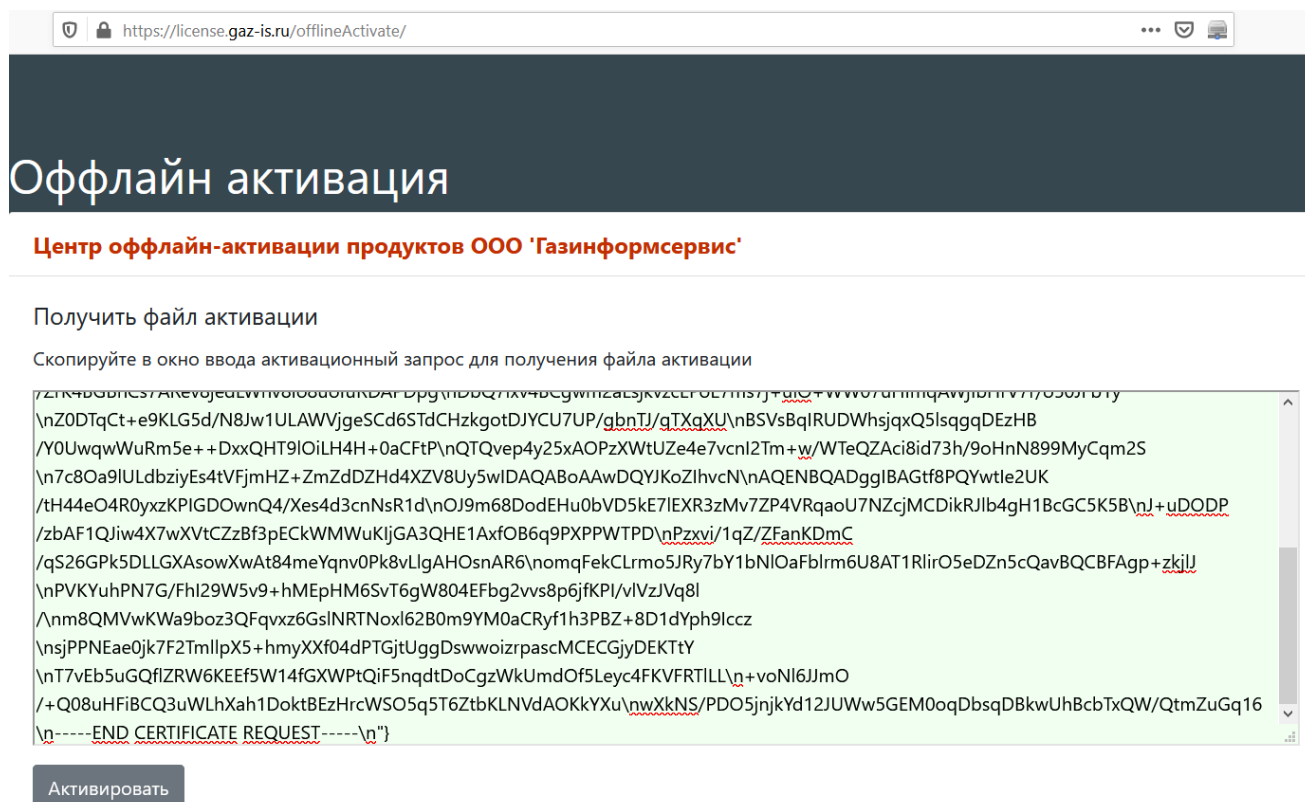

Рисунок 5.12 – Ввод данных активационного запроса
5.9 Для получения активационного ключа следует в браузере открыть страницу активации изделия по адресу <https://license.gaz-is.ru/offlineActivate/>, в поле запроса активации ввести содержимое файла **request.txt** и нажать кнопку «**Активировать**» (рисунок 5.12).